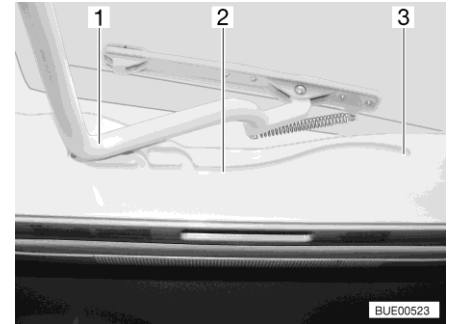

Fig. 22 Guía (claraboya Heki)
- Tirar el estribo (Fig. 22,1) en las guías (Fig. 22,2) hasta la posición trasera final (Fig. 22,3).
- Empujar el estribo (Fig. 22,1) ligeramente hacia arriba con ambas manos.
- Tirar el estribo en las guías (Fig. 22,2) hasta la posición deseada.